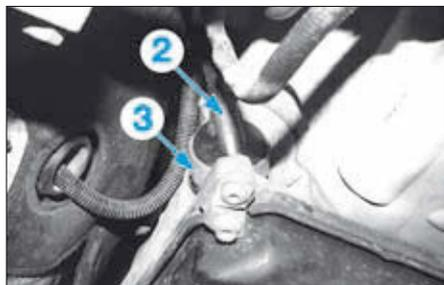

FIG. 2
- l'écran thermique et débrancher le connecteur (2) sur le calculateur de commande électrohydraulique de la transmission automatique en tournant la bague (3) (Fig.2),